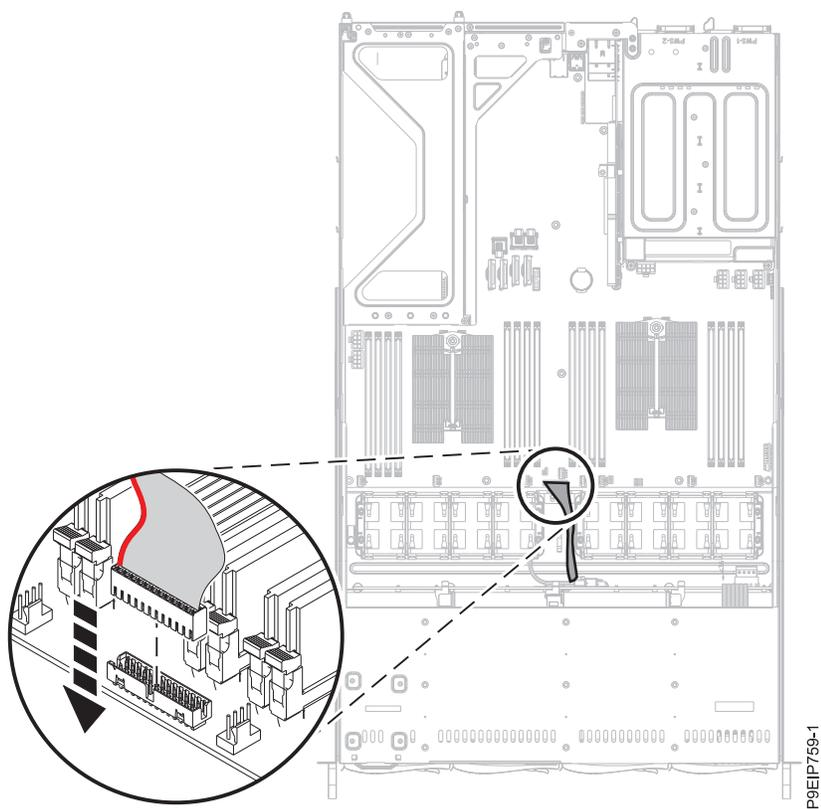

図 50. オペレーター・パネル・ケーブルの再取り付け
19. オペレーター・パネル・ケーブルをシステム・バックプレーンに再取り付けします (52ページの図50を参照)。システムの前面から見て、コネクタの左側にケーブルの赤色のストライプがくるように取り付ける必要があります。